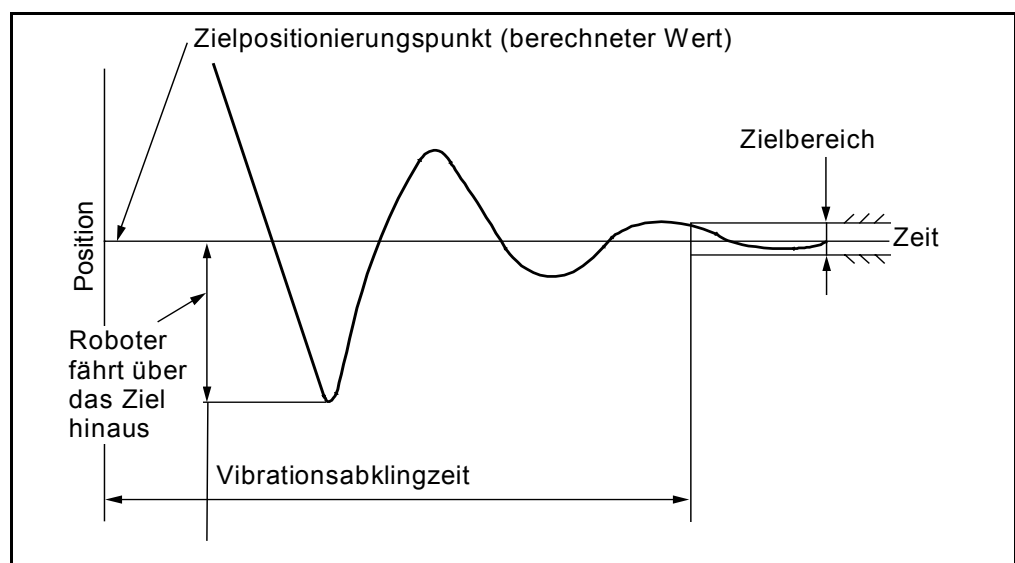

Abbildung 1-5 Vibrationsabklingzeit
3. Nachdem der Roboter sich auf den Zielpositionierungspunkt zu- und daran vorbei bewegt hat, klingt die Vibration ab, und der Roboter wird auf den Zielpositionierungspunkt positioniert, wie in Abbildung 1-5 dargestellt. Diese Zeit bis zum Abklingen der Vibration wird in der Grafik nicht berücksichtigt.
- Achtung (1)** Die Zeit bis zum Abklingen der Vibration hängt von Faktoren, wie z. B. dem Gewicht des Endwerkzeugs ab. Wird der Roboter so eingesetzt, daß er über das Ziel hinausfährt oder ist die Vibrationsabklingzeit besorgniserregend, sollten Sie den Roboter zuvor sorgfältig testen.